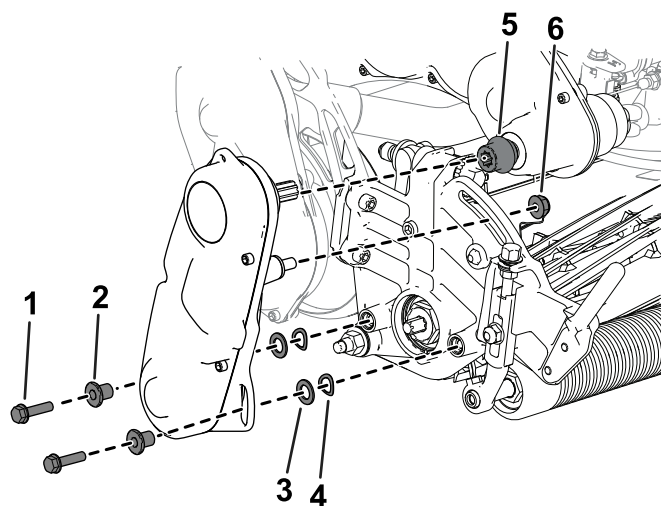

Figure 46
6. Fixez le système d'entraînement du cylindre à la plaque latérale de l'unité de coupe à l'aide des vis à tête creuse, des rondelles et des entretoises retirées précédemment (Figure 46).
Veillez à installer l'arbre d'entraînement du cylindre sur le coupleur de l'arbre d'entraînement de la transmission (Figure 46).